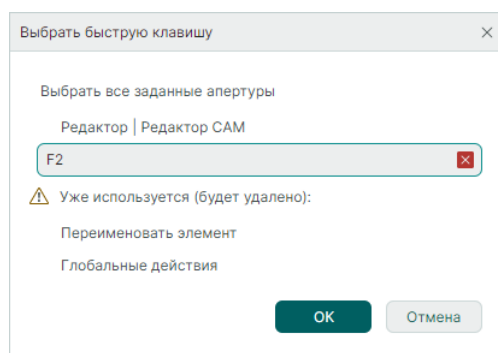

Рис. 72 Совпадение быстрых клавиш
5. В случае совпадения введенной клавиши (комбинации клавиш) будет получено предупреждение с информацией, для какой команды клавиша уже используется. Измените клавишу (комбинацию клавиш) или нажмите «ОК», в этом случае клавиша для уже используемого действия будет удалена, см. Рис. 72.